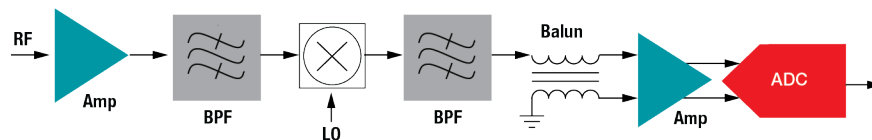
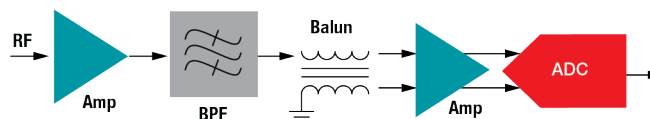

图 2. 典型的外差架构
图 3. 典型的 RF 采样架构
- 您是否会使用外差方法 (图 2)？
- 优点：您只需要一个数据转换器通道，且 ADC 输入带宽低于射频 (RF) 采样。
- 缺点：它需要一个或多个混频器、信号图像和产生的谐波会使滤波变得复杂，并且很难调整目标频率；您必须移动本机振荡器 (LO)。
- 是否使用直接 RF 采样 (图 3)？